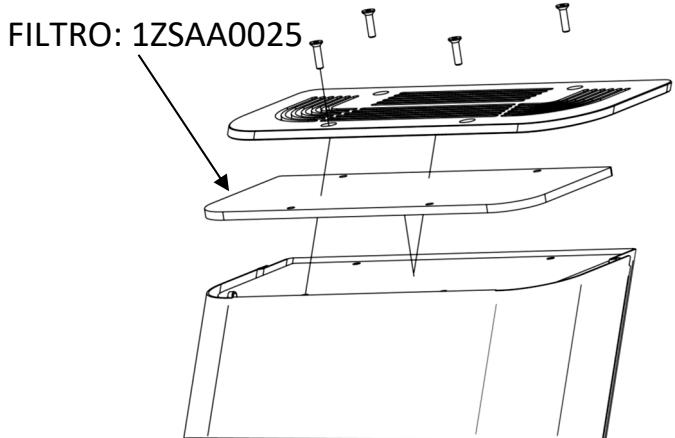

Fig. 7
- 1- Obtenha uma chave Allen 2.5. Com a máquina na posição vertical, desparafuse os parafusos e remova a tampa. (Fig. 7)